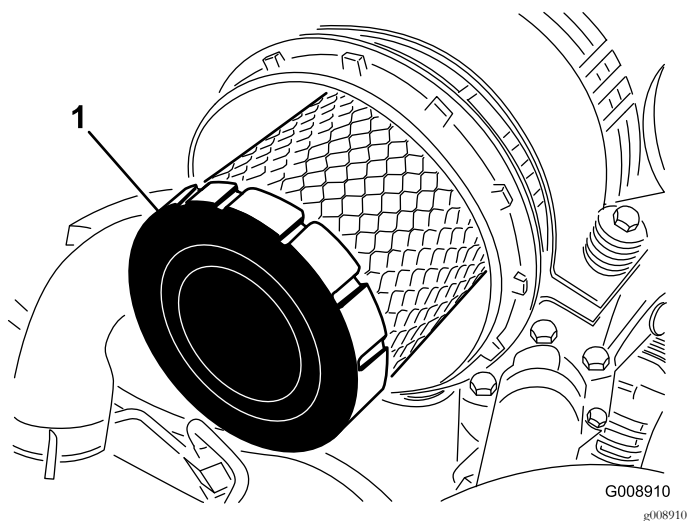

Figure 63
4. Déposez et remplacez le préfiltre (Figure 63).